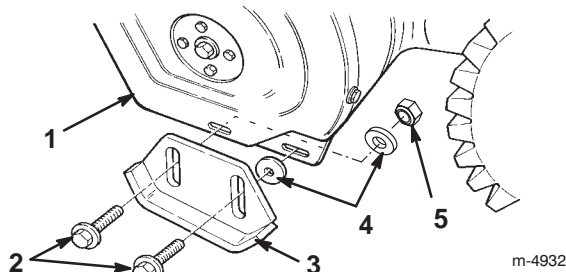

Figure 17
3. Enlevez les deux boulons à embase et rondelles plates qui fixent chaque extrémité de la lame racleuse aux plaques latérales (Fig. 17).
5. Introduisez une rondelle entre chaque patin et plaque latérale (Fig. 17). Ne serrez pas les boulons.
7. Introduisez une rondelle et un contre-écrou derrière (à l'intérieur de) la plaque latérale (Fig. 17). Ne serrez pas les boulons.